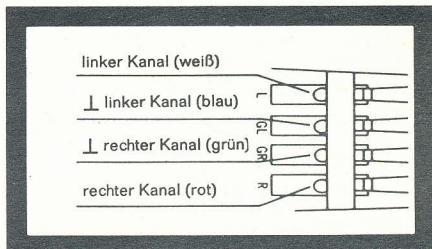

Fig. 15
4. Die Anschlüsse am Systemträger sind gekennzeichnet, die Anschlußlötstellen sind farbig (Fig. 15). Verbinden Sie die Anschlußlötstellen des Systemträgers mit den entsprechenden Anschlußstiften des Tonabnehmersystems.